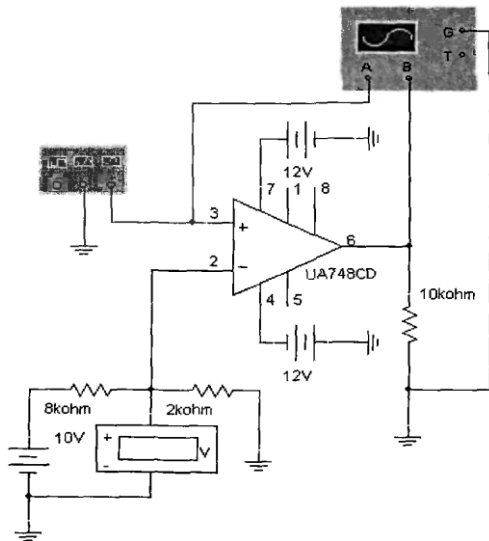

Рисунок 11
1. Смоделируйте схему компаратора, изображенную на рис. 11.